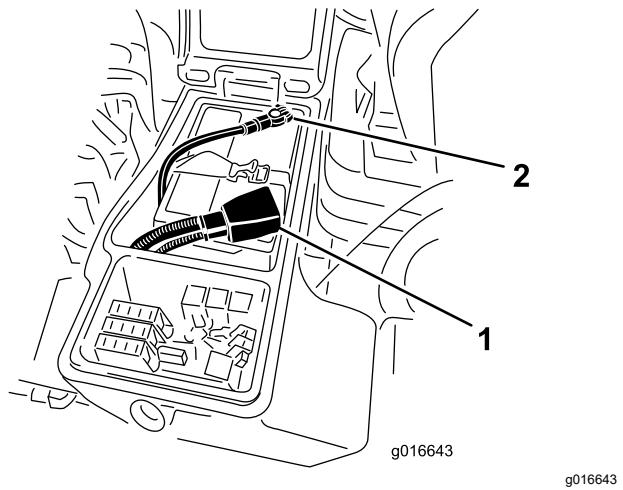

Figure 134
1. Branchez le câble positif (rouge) de la batterie sur la borne positive (+) de la batterie (Figure 134).